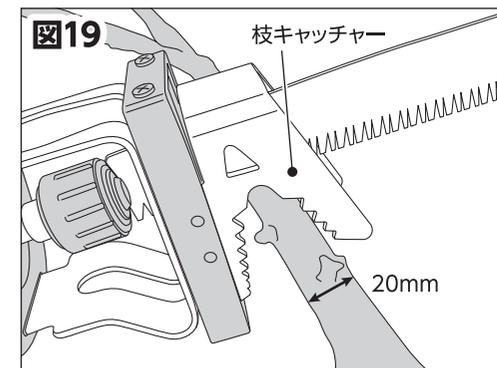

図19
- ④ 切りたい枝の根元に切断シューを押し付け、枝がなるべく動かないようにします。押し付けられない先端や細枝に、付属の枝キャッチャーを使用すると枝が動きにくくなり切断しやすくなります。(図19)
- ⑤ スイッチロックボタンを押しながらトリガースイッチを押し作動させます。